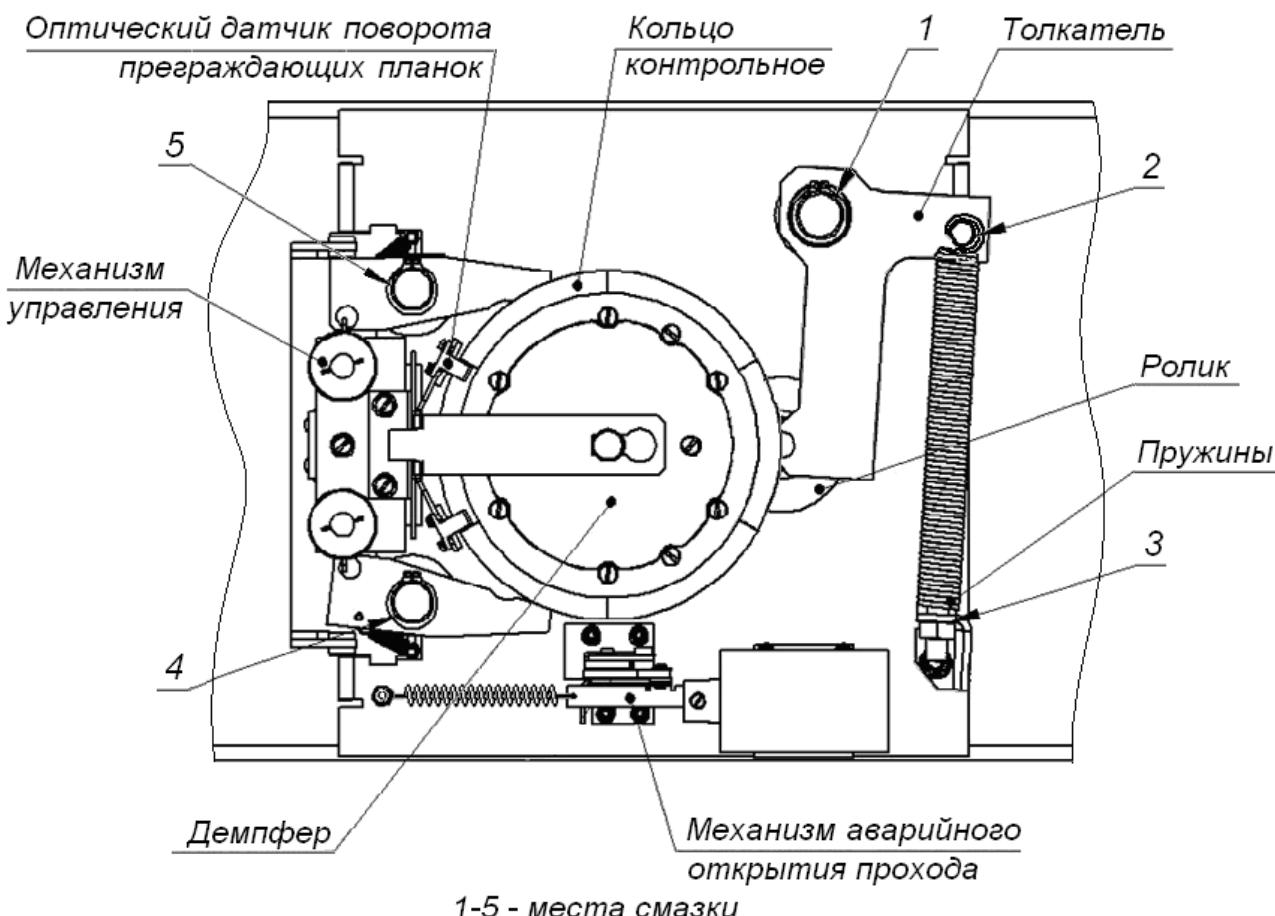

Рисунок 14. Расположение внутренних деталей и узлов механизма турникета
- Снимите крышку (3) в порядке, указанном в разд. 6.
- Осмотрите устройство доворота (толкатель, пружины и ролик), оптические датчики поворота преграждающих планок и демпфирующее устройство (см. рис. 14).
6. Выполните смазку узлов трения механизма турникета смазкой ШРУС-4. Не допускайте попадания смазки на поверхность кольца диска контрольного и на ролик. Смазку производите в следующих точках (см. рис. 14):
8. Проверьте крепление преграждающих планок (5) в шарнирных узлах турникета и, при необходимости, подтяните крепежные винты.
10. Установите на место крышку (3) (см. разд. 6) и зафиксируйте ее винтом.